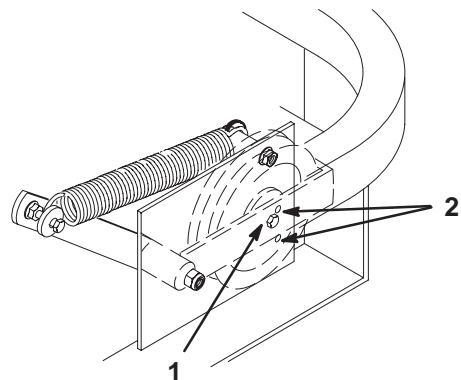

Figure 63
6. Vérifiez la tension de la courroie. Le boulon central de la poulie de tension rappelée par ressort doit se trouver entre les deux trous d'alignement de la plaque de support gauche (Fig. 63).
**Remarque :** Contrôlez la position du boulon central à la hauteur de coupe la plus basse. Le boulon central doit être au même niveau ou en dessous du trou d'alignement supérieur. Contrôlez la position du boulon central à la hauteur de coupe la plus haute. Le boulon central doit être au même niveau ou au-dessus du trou d'alignement inférieur (Fig. 63).
8. Vérifiez de nouveau la tension de la courroie. Le boulon central de la poulie de tension rappelée par ressort doit se trouver entre les deux trous d'alignement de la plaque de support gauche (Fig. 63). Réglez au besoin et serrez toute la visserie solidement.